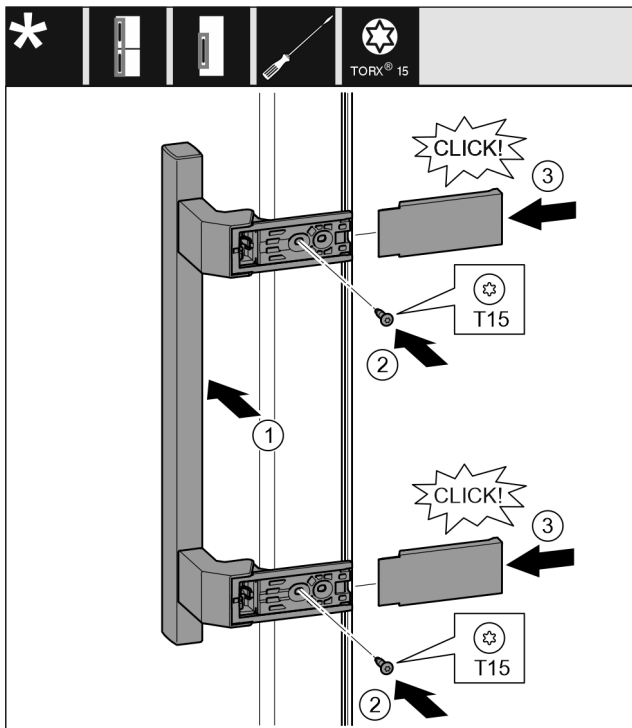

Fig. 29
- ▶ Tegye fel a fogantyút a másik oldalra. Fig. 29 (1)
- ▶ Húzza meg a csavarokat a T15 csavarhúzóval. Fig. 29 (2)
- ▶ Tegye fel az oldalsó fedeleket, és tolja fel őket. Fig. 29 (3)